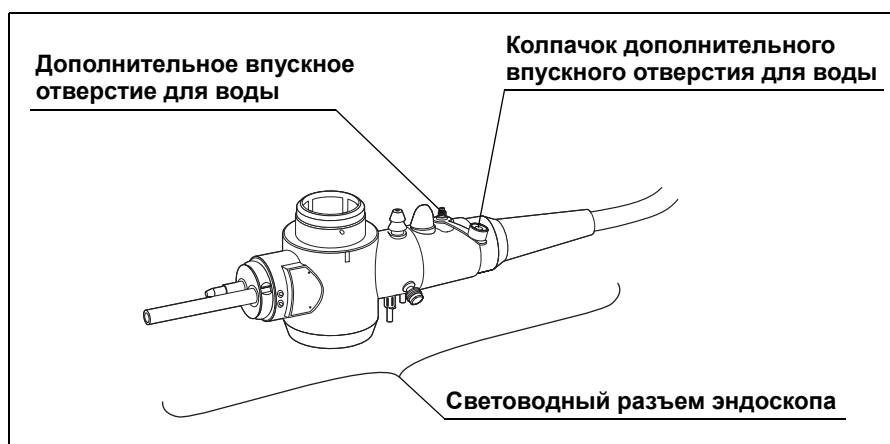

Рис. 3.9
1. Проверьте колпачок дополнительного впускного отверстия для воды, присоединенный к световодному разъему эндоскопа, на наличие вмятин, трещин или других нарушений (см. Рис. 3.9).